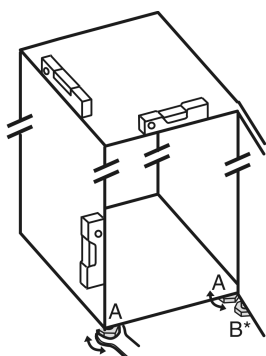

Fig. 26
- ▶ Az állítható lábakat Fig. 26 (A) a mellékelt villáskulccsal és egy vízmérce segítségével csavarja ki addig, amíg a készülék szilárdan és egyenesen be nincs igazítva.
- ▶ A csapágybak állítható lábát Fig. 26 (B) a mellékelt villáskulccsal csavarja ki úgy, hogy a padlón feküdjön.
- ▶ Az állítható lábat Fig. 26 (B) forgassa tovább 90°-kal.